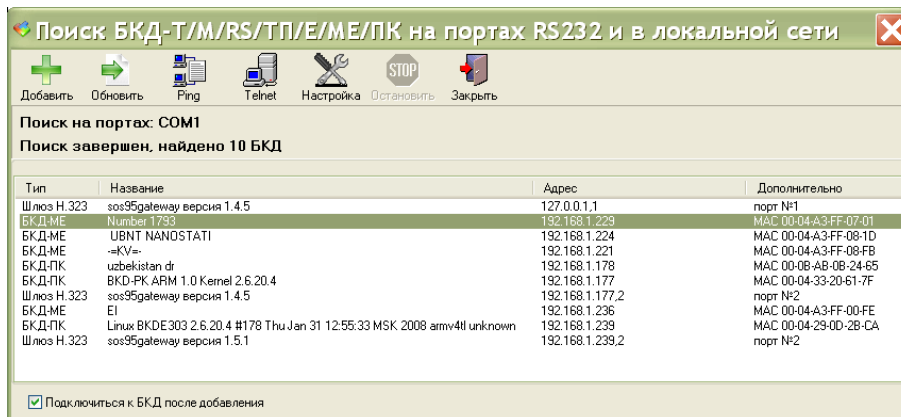

Рисунок 16
3) Откроется окно «Поиск БКД» и будет выполнен поиск всех подключенных к сети БКД-МЕ (рисунок 16). Установить галочку «Подключиться к БКД после добавления». Выбрать требуемый БКД-МЕ и нажать «Добавить».